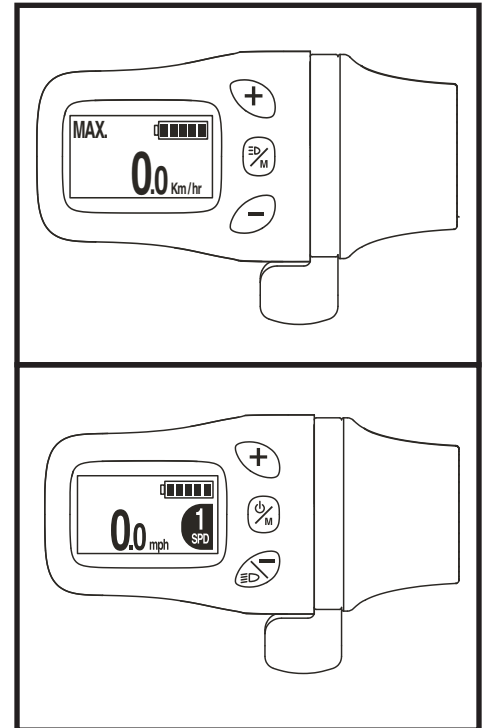

Figure 17. Jauge à batteries
L'indicateur d'état de la batterie sur la console des gaz indique la force approximative de votre batterie à l'aide de l'icône de la batterie. À pleine charge, l'icône affichera cinq (5) barres indiquant une batterie complètement chargée. Avec une utilisation continue, les barres vont commencer à disparaître au fur et à mesure que votre charge s'égoûte. Une fois que l'icône n'a plus qu'une barre affichée, une recharge immédiate est nécessaire. **Voir la figure 17.** Pour avoir une mesure fiable, vous devez débrancher le cordon d'alimentation du chargeur et mettre le contact du scooter.